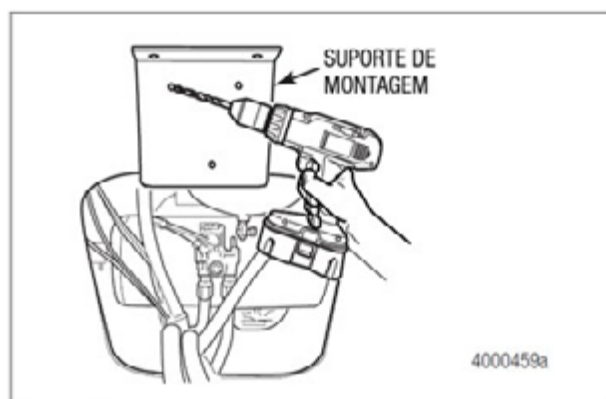

Figura 2.55
1. Localize a caixa de controle conforme descrito nesta seção. Use o suporte de montagem fornecido como um modelo e faça três furos de 6,36 mm (1/4 de polegada) em uma superfície de montagem apropriada para posicionar a caixa de controle, conforme descrito nesta seção. Figura 2.55.